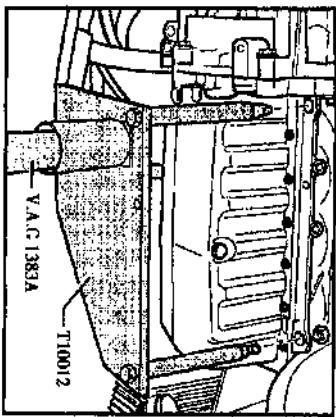

图 1-2 V.A.G 1383A 的安装
(18)将带紧固螺母和螺栓 M10 × 25/8.8 的 T10012 以 40N·m 拧到发动机缸体上，如图 1-2 所示。用 V.A.G 1383A 轻轻抬起发动机和变速器。